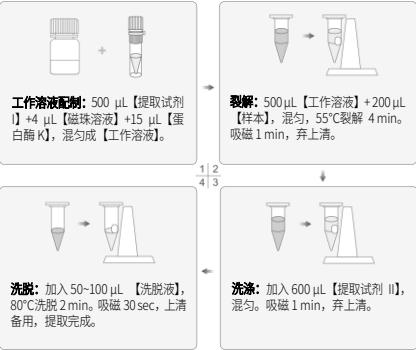

图 1 手工法核酸提取操作步骤（RT-A(SG)-200 为例）
- 手工法操作（以 RT-A(SG)-200 为例，图 1）